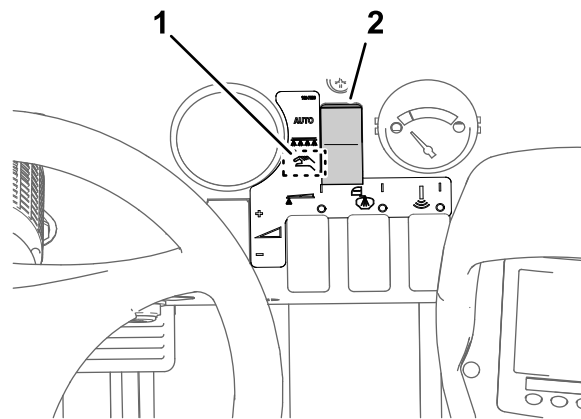

図 46
- 散布モードボタンで「手動」散布モードにセットする 図 46。